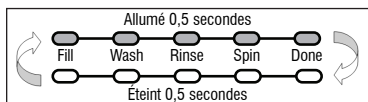

Figure 2 - Les témoins DEL clignotent d'allumé à éteint
- Tourner le bouton sélecteur de programme jusqu'à ce que les témoins DEL clignotent d'allumé à éteint (voir figure 2, page 21).